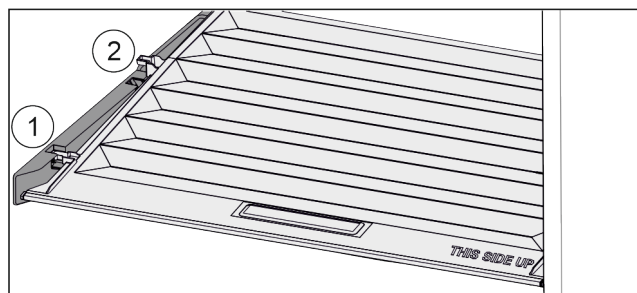

Fig. 102
- ▶ Tirer le couvercle vers l'avant jusqu'à dans l'orifice des pièces de retenue Fig. 102 (1).
- ▶ Le soulever par le bas à l'arrière et le sortir par le haut Fig. 102 (2).